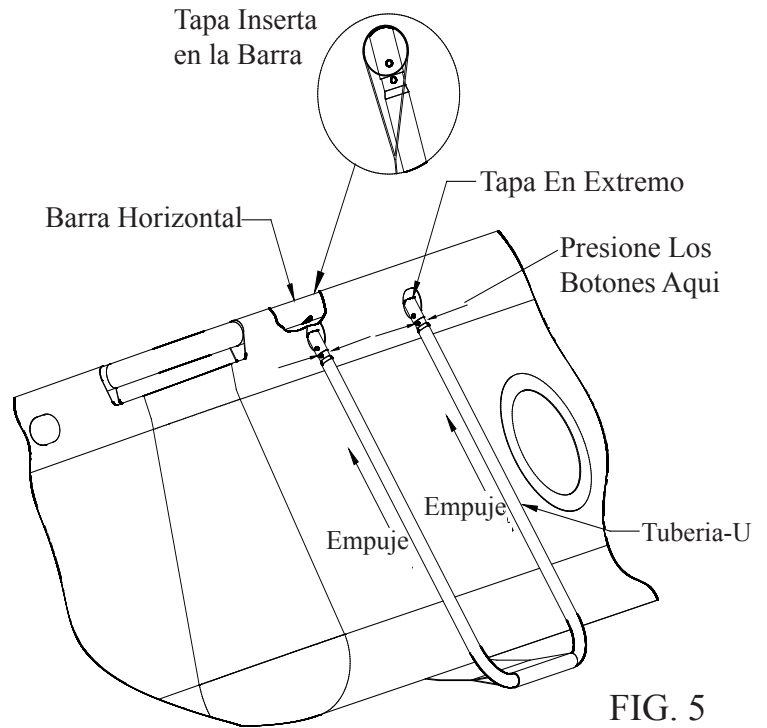

FIG. 5
- Enseguida, una o dos personas más deberán sostener la barra horizontal levantando la pared de la alberca desde dentro de la alberca, mientras otra persona inserta los soportes de la tubería-U Fig. 5. Inserte los extremos con tapa de la tubería-U dentro de los orificios en el ensamble de la barra horizontal presionando el juego de botones inferior Fig. 5 presionando el extremo de la tapa completamente dentro de la barra horizontal hasta que se detenga. Asegúrese de que todas las tuberías-U estén completamente insertadas y revise que todas las secciones conectadas estén fijamente aseguradas. Repita este paso para el **LADO OPUESTO**, después instale los soportes del marco-U a los dos **EXTREMOS** de la alberca.